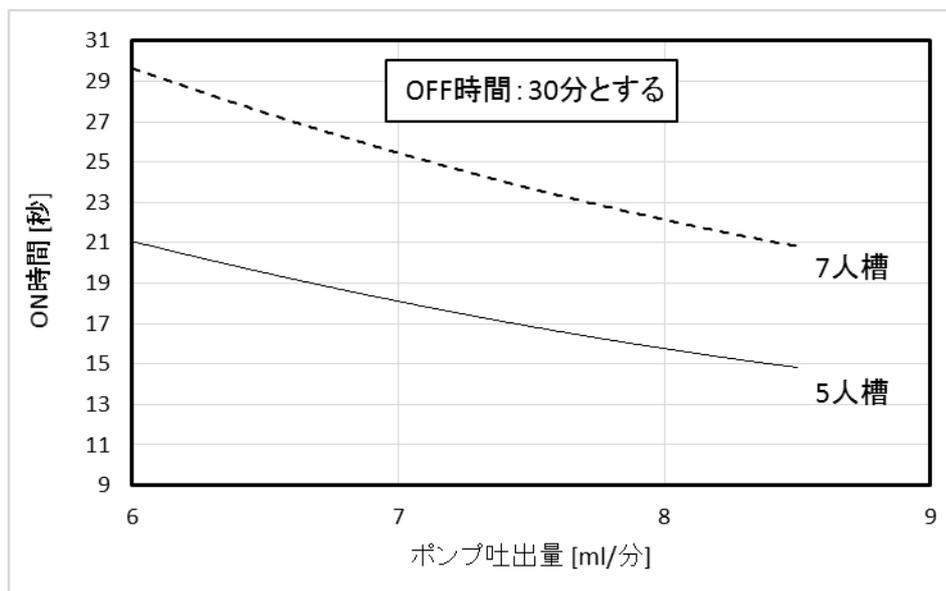

図 1 5、7 人槽におけるポンプ吐出量と ON 時間の関係
- ⑤吐出量を測定し、8.5mL/分程度であるか確認してください。吐出量が標準値(8.5mL/分)の-10~-20%であれば図 1、2 に基づき 5、7 人槽は ON 時間を、10 人槽は OFF 時間を調整してください。